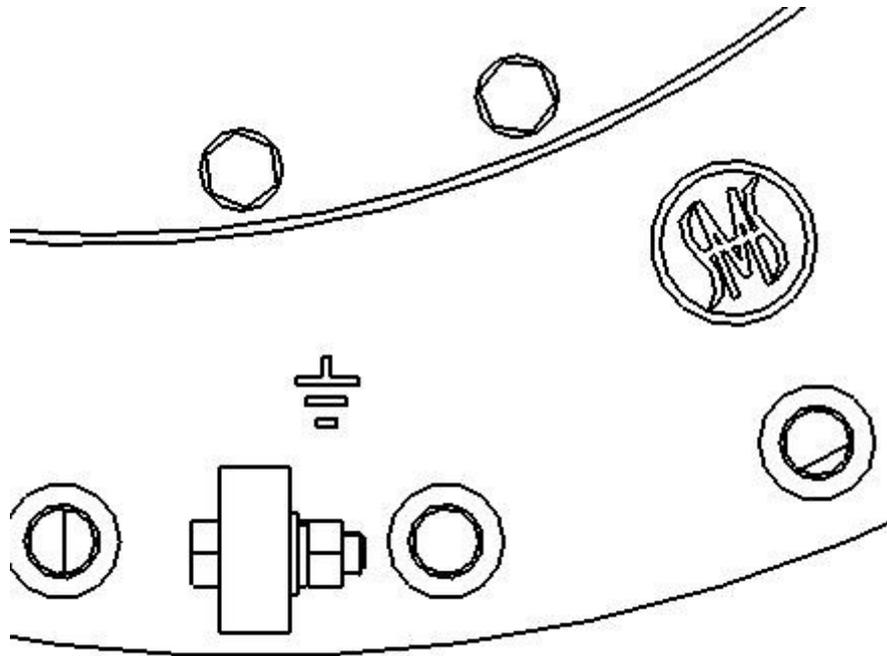

图 28
1. 将分接开关头接地螺栓接至变压器箱盖（1 个 M12 螺栓和螺母），19 号扳手，扭矩 50~60Nm，图 28。